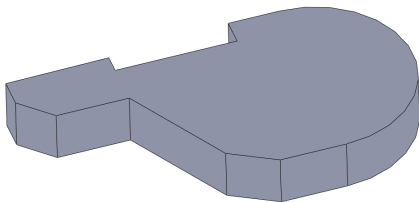

图 9-46 创建断裂边角特征效果
(4) 单击【确定】按钮，即可创建断裂边角特征，效果如图9-46所示。